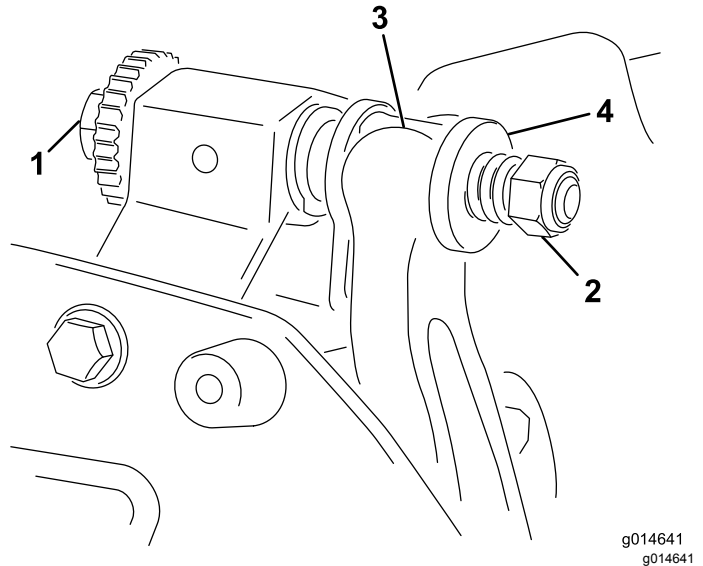

图 13
1. 逆时针旋转底刀架调节螺丝将底刀后撤离滚刀图 13。
2. 退出弹簧加压螺母直到垫圈不再对底刀架图 13 施压。
1. 安装底刀架将安装吊耳固定在垫圈与底刀架调节螺丝之间图 13。